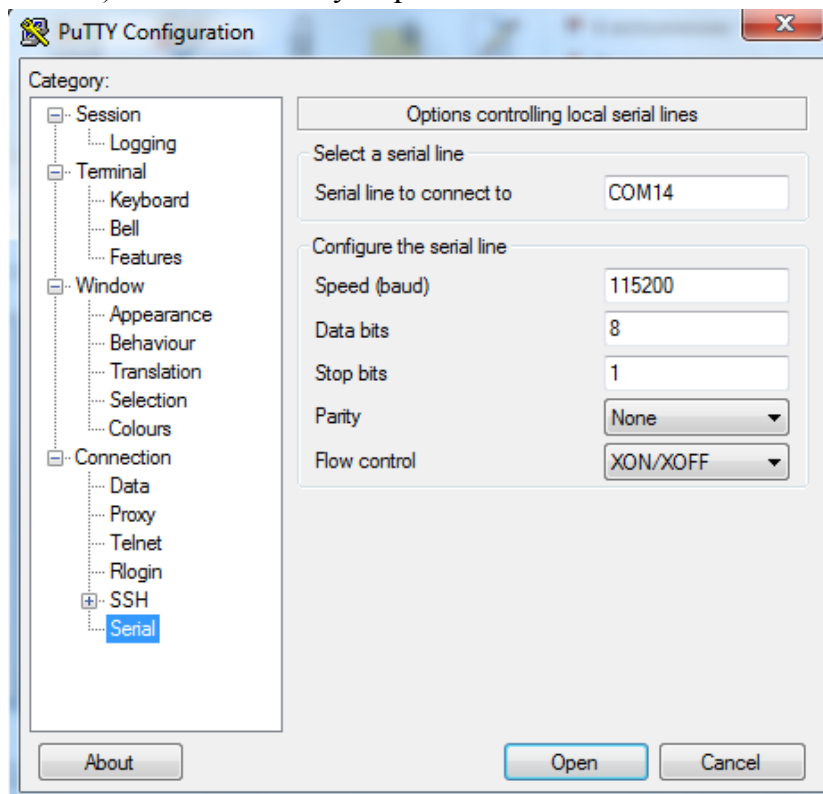

Рисунок 42. Установка параметров COM-порта
- в разделе «Serial» выбрать настройки: 115200 8; N; 1; (см. Рис. 42),